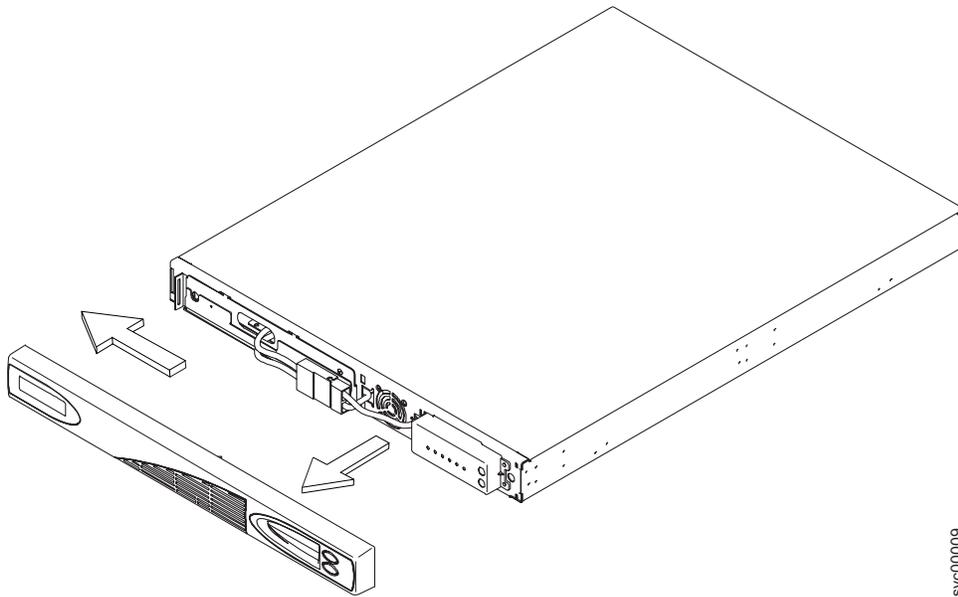

図 329. 2145 UPS-1U のフロント・パネルの取り外し
2. フロント・パネルの右側を引っ張って、パネルを 2145 UPS-1U の右中央セクションから取り外します。373 ページの図 329 に示すように、フロント・パネルを左方に押して、パネル左端の留め金を解放します。